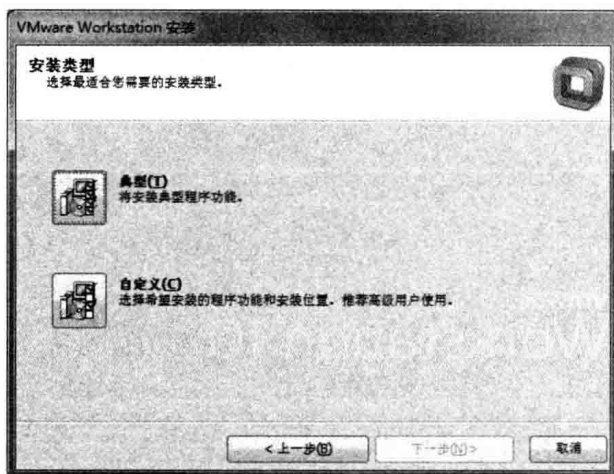

图 2-3
(3) 选择“我接受许可协议中的条款”单选按钮，然后单击“下一步”按钮，进入“安装类型”界面，单击“典型”按钮后再单击“下一步”按钮，如图 2-3 所示。